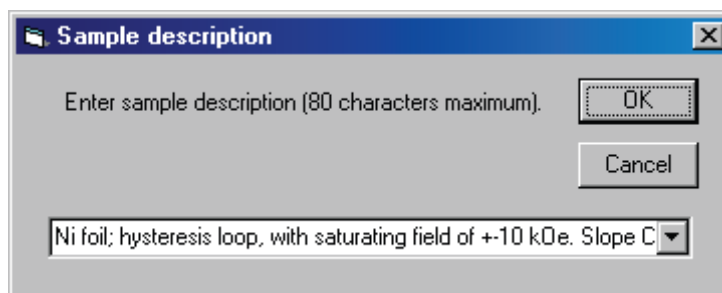

図 79 Sample description ダイアログボックス
**Description**ボタンをクリックし**Sample description** ダイアログボックス (図79)を開きます。このダイアログボックスはプロットデータの下に表示される説明を入力するためのものです。データを保存したときこの説明も保存されます。説明書きに使用できる最長の文字数は80で、いちばん下の左側に表示されます。これはデータが表示されているときはいつでも編集することができます。